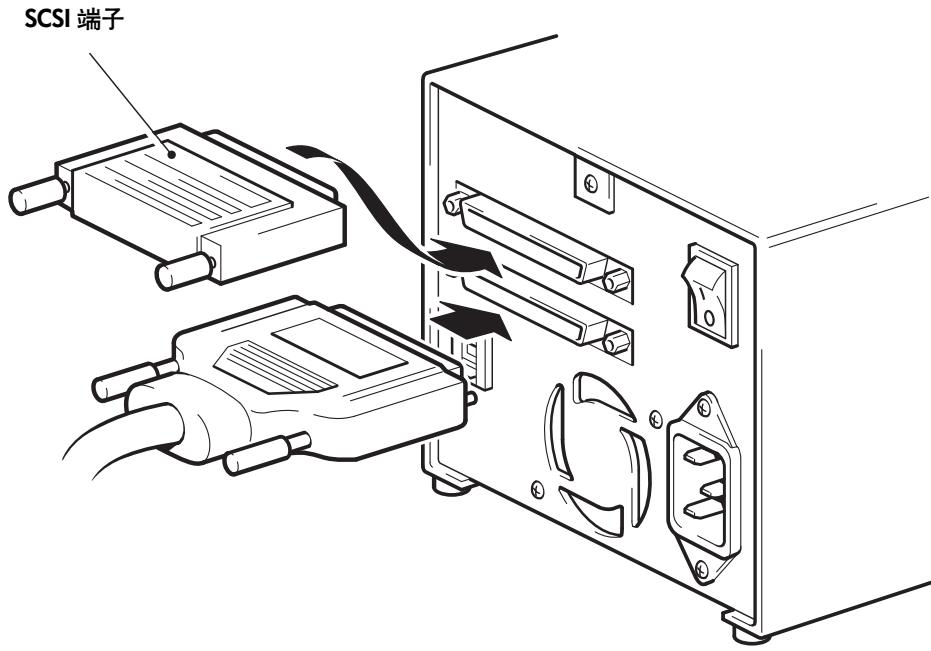

图 5: 连接 SCSI 电缆
- 4** 将 SCSI 电缆上的 HD 接线连接到磁带机后面板上的某个 SCSI 接口，并拧紧螺丝将其固定。（见图 5。）